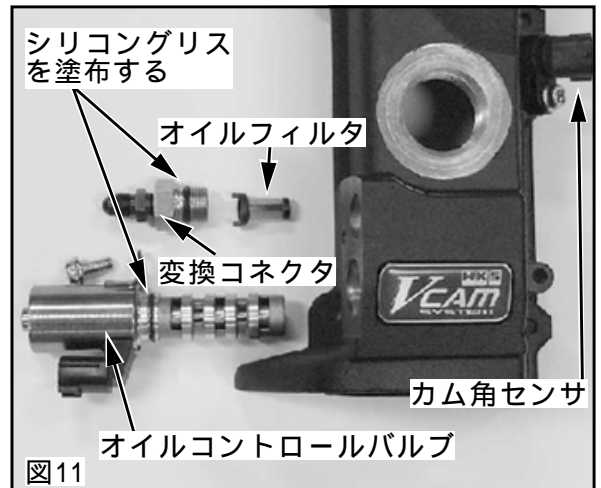

図11
(P2×1, P3×1, P5×1, P6×1) 〔図11〕
- (1) 変換コネクタに、AN4のコネクタを取付ける。テーパのネジ部はNPT1/8なので、シールテープ又は配管シール剤を塗布し、締過ぎのないようにしてください。
- (2) 仮組みされたヘッドカバーを分解した時と逆の手順で、オイルフィルタ、変換コネクタを取付けてください。Oリングにシリコングリスを塗布してください。〔図11〕
- (3) オイルコントロールバルブ(OCV)のOリングにシリコングリスを塗布し、慎重に奥まで差してください。プレートが着座していることを確認してから、ボルトを取付けてください。